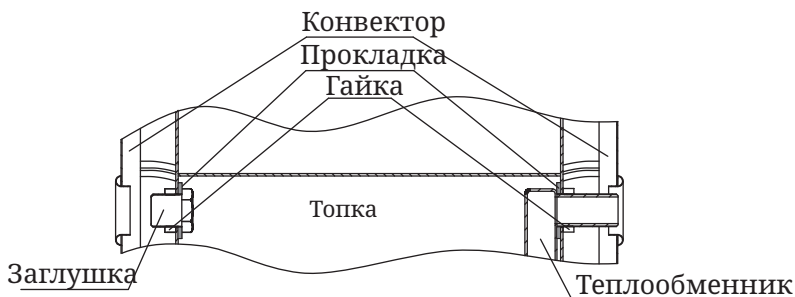

Рисунок 13. Демонтаж теплообменника
3. Снять теплообменник (рисунок 13), отвернув гайки 2 шт. и вынув его из отверстий, прокладки остаются на штуцерах;